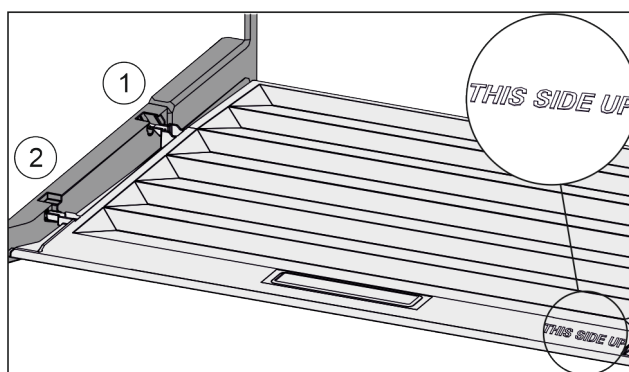

Fig. 35
- ▶ Skyv inn dekseltrinn via åpningen til bakre holder Fig. 35 (1) og klikk dem på plass i fremre holder Fig. 35 (2).